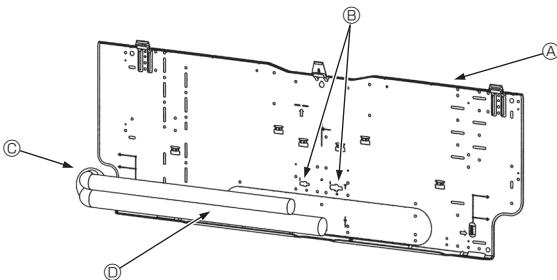

Fig. 3-5
3.3. Quando incorporar os tubos na parede (Fig. 3-5)